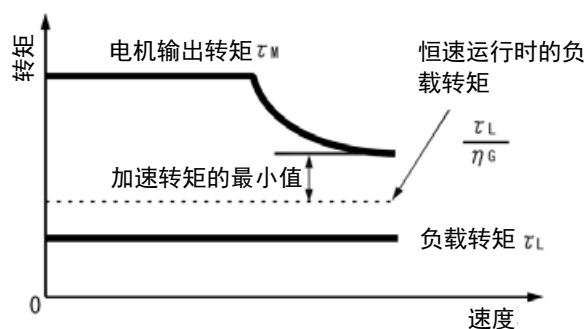

图 10.2-2 加速转矩最小值的分析示例
② 计算“**加速转矩的最小值**”。（参考图 10.2-2）